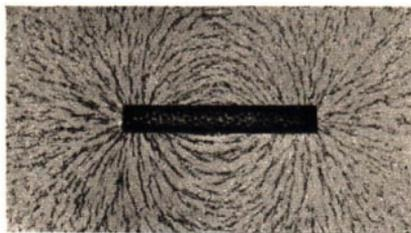

Abb. 224
**3. Vom magnetischen Feld.** Wir bedecken einen Stabmagneten oder auch die magnetische Stricknadel mit einem Blatt Papier und streuen auf dieses Blatt Eisenfeilspäne. Bei vorsichtigem Klopfen ordnen sich die Eisenfeilspäne zu regelmäßigen Linien, wie Abb. 224 zeigt. Wir wiederholen den Versuch mit einem Hufeisenmagneten. Die Eisenfeilspäne ordnen sich, wie es Abb. 225 veranschaulicht. Eine kleine Magnetnadel, die wir über die Eisenfeilspäne stellen, richtet sich genau nach der Richtung dieser Linien, die sich von Pol zu Pol spannen, aus. Da, wo die Linien zusammenlaufen, wirkt der Magnet am stärksten. Man nennt diese Linien **magnetische Feldlinien**. Der *Wirkungsbereich* eines Magneten, in dem die Feldlinien auftreten, heißt sein **magnetisches Feld**. Außerhalb des magnetischen Feldes eines Magneten ist keine magnetische Wirkung festzustellen.